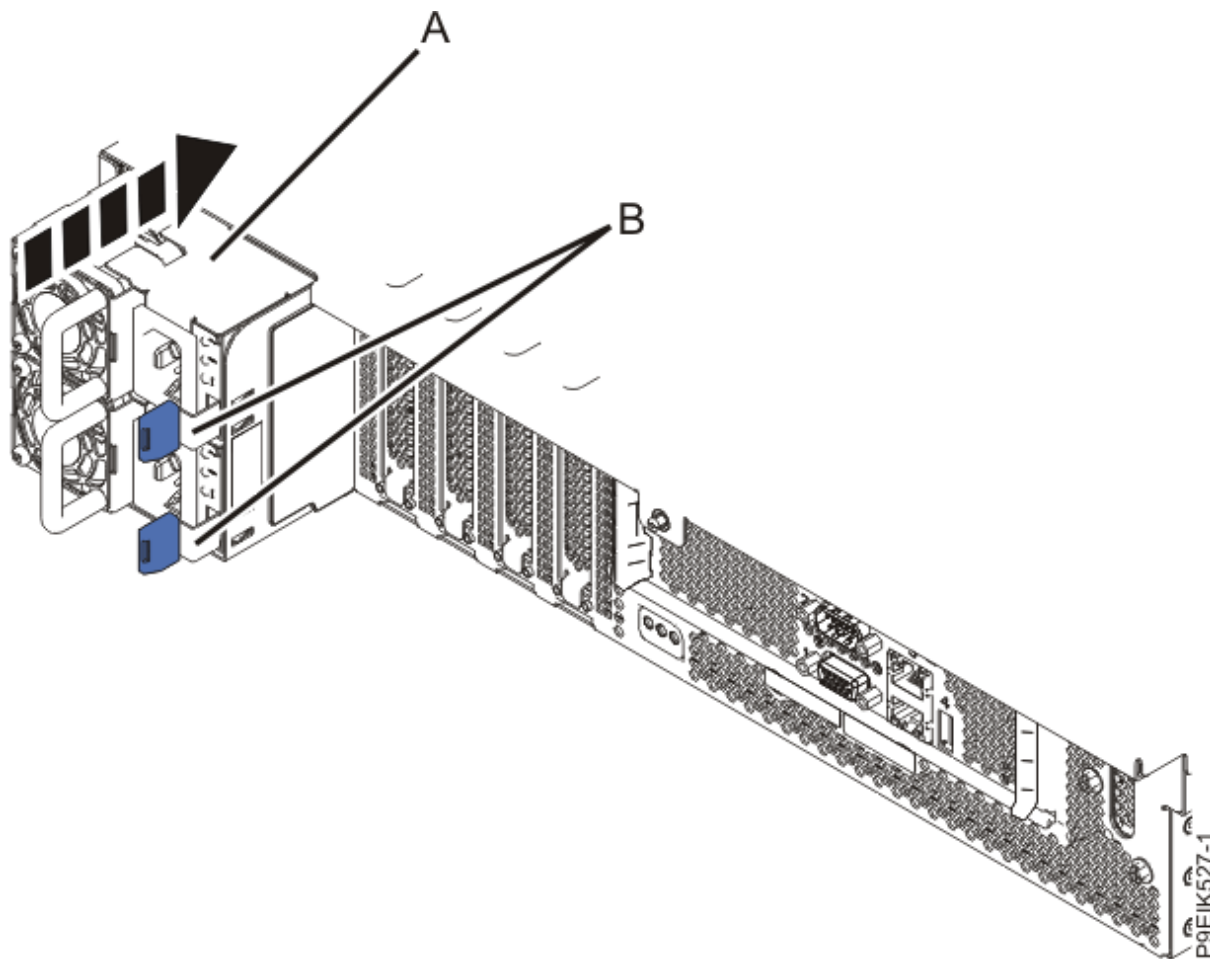

図 114. システムの電源装置の取り替え
4. 145 ページの図 114 に示すように、電源装置を再取り付けします。